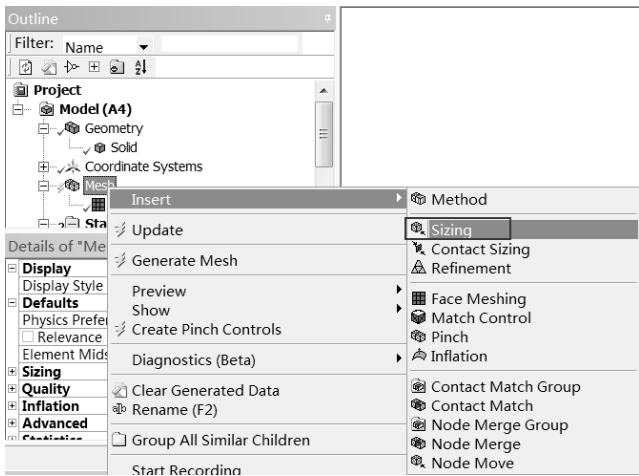

图 14-15 设置体网格 (1)
Step3 :如图 14-15 所示 ,右击 Mesh 选项 ,在弹出的快捷菜单中选择 Insert Sizing 命令。